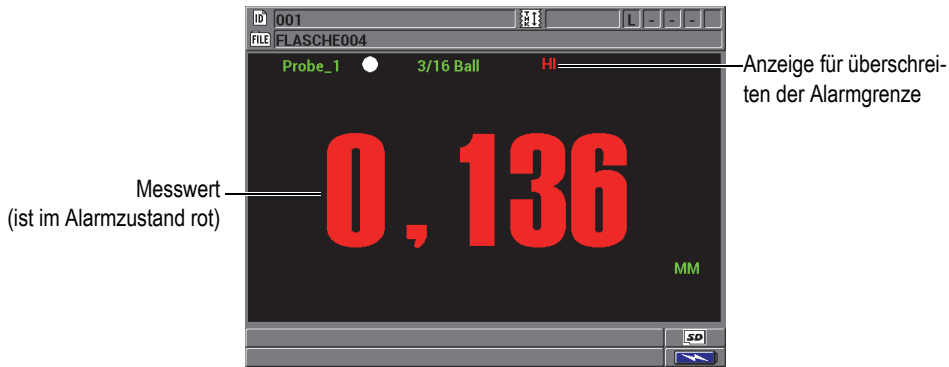

Abbildung 5-5 Anzeige bei Überschreiten der Alarmgrenze
- durch Blinken der Anzeige für Hochalarm (**HI**) oder Tiefalarm (**LOW**) in der rechten oberen Bildschirmecke (siehe Abbildung 5-5 auf Seite 110)